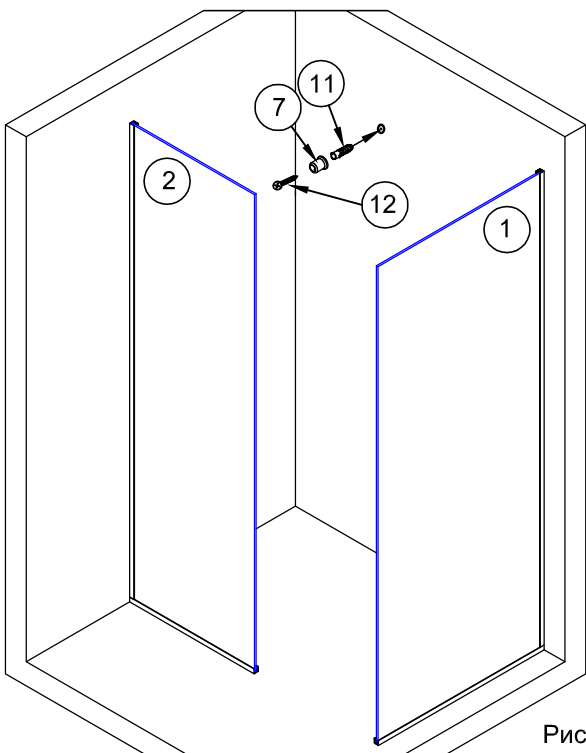

Рис. 10
4.4. Выполнить свердление отверстия в стене по разметке. Диаметр отверстия 8мм, глубина не менее 40 мм. Вставить в отверстие дюбель №11 (рис.10).